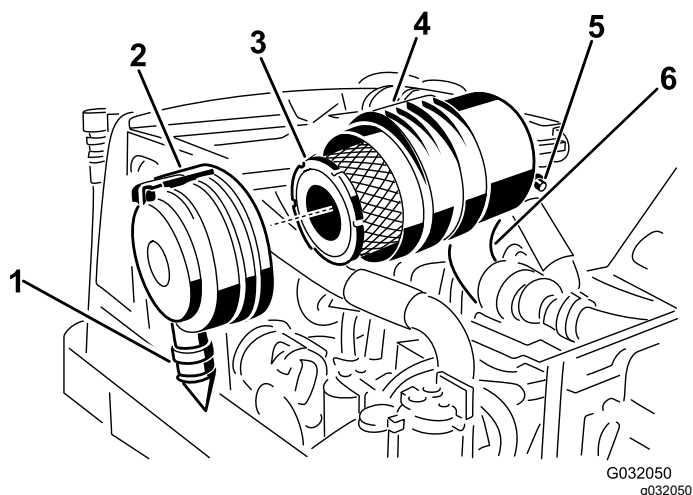

图 47
2. 拆下主滤芯 图 47。
3. 更换主滤清器 图 47。
7. 安装盖子时将橡胶排气阀位置朝下——即从未端看介于5点钟至7点钟位置之间并用门锁固定 图 47。